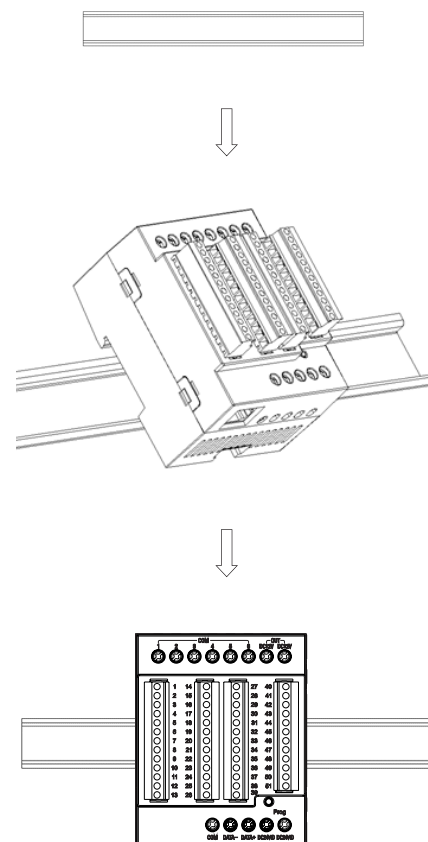

Figura 6. Instalação do Módulo
- O módulo deve ser instalado em um trilho DIN 35mm (Figura 6) alojado dentro de um quadro de automação dedicado e próximo do ambiente com contatos secos, caso a distância entre o painel e os contatos secos ultrapassem 20 metros;